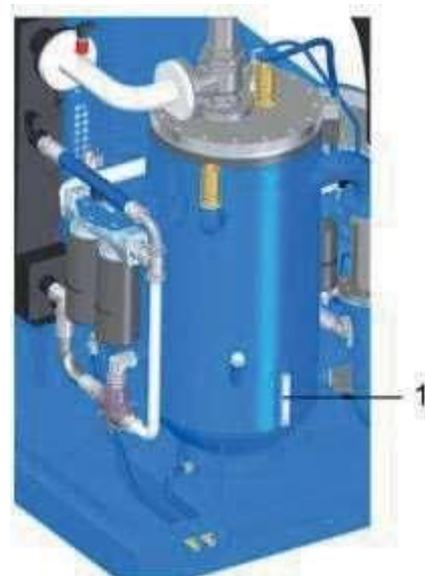

Рис. 37: Смотровое стекло
4. ➔ Проверьте уровень масла через смотровое стекло (Рис. 37 поз.1).